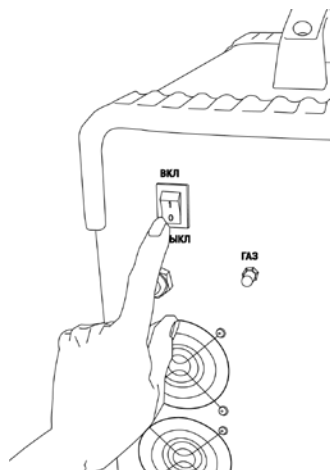

Рис. 9.6. Включение аппарата.
5. Включите сварочный аппарат (См. рис. 9.6).